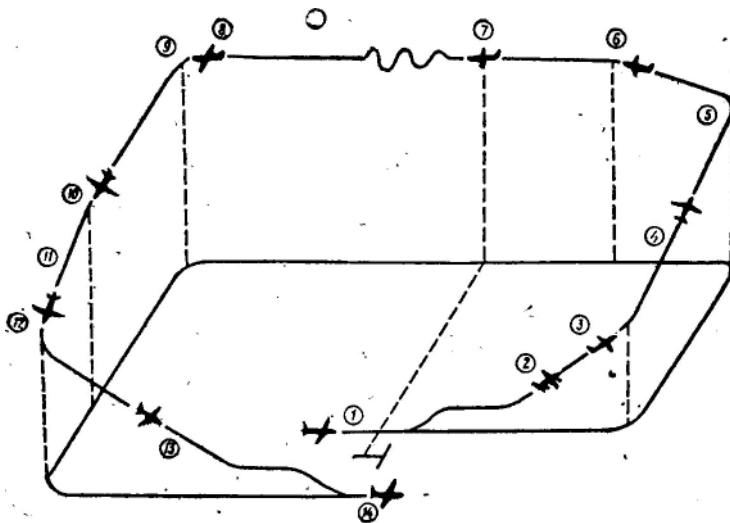

Рис. 4. Порядок осмотрительности при полете по прямоугольному маршруту:
ПОРЯДОК ОСМОТРИТЕЛЬНОСТИ ПРИ ПОЛЕТЕ ПО ПРЯМОУГОЛЬНОМУ МАРШРУТУ (рис. 4)
1. При наборе высоты по прямоугольному маршруту порядок осмотренности такой же, какой изображен на рис. 4.